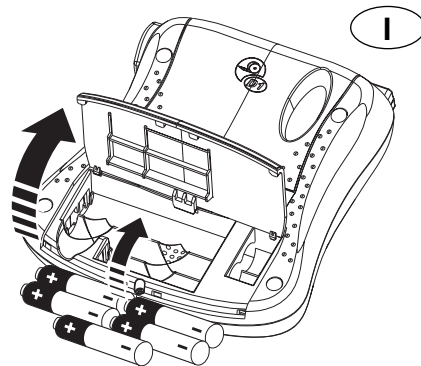

Figura 2
1. Fare pressione sul fermo per aprire lo sportellino d'accesso per le batterie. Vedere Figura 2.